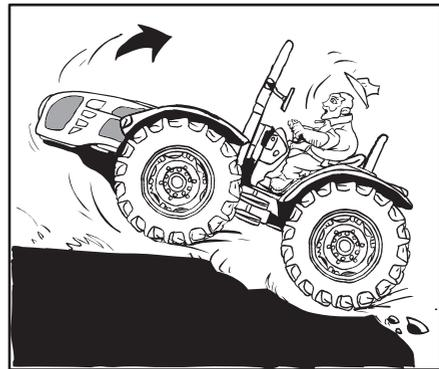

Abb. 2.14
- Wenn der Traktor im Schlamm oder Boden festgefahren ist, nicht versuchen, ihn durch Vorwärtsfahren zu befreien, denn der Traktor kann sich um die hinteren Räder drehen und umkippen (Abb. 2.14). Montierte Anbaugeräte anheben oder abbauen und versuchen, den Traktor durch Rückwärtsfahren zu befreien. Falls das nicht gelingt, muss der Traktor mit einem anderen Fahrzeug aus dem Schlamm gezogen werden.